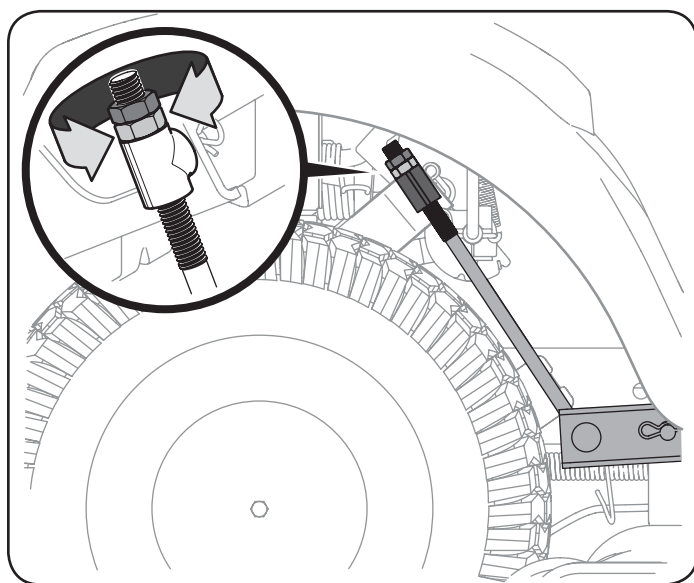

Figura 19
3. Debajo de los guardabarros traseros dentro de las ruedas hay una varilla de ajuste de elevación para cada lado de la plataforma. Vea la Figura 19.